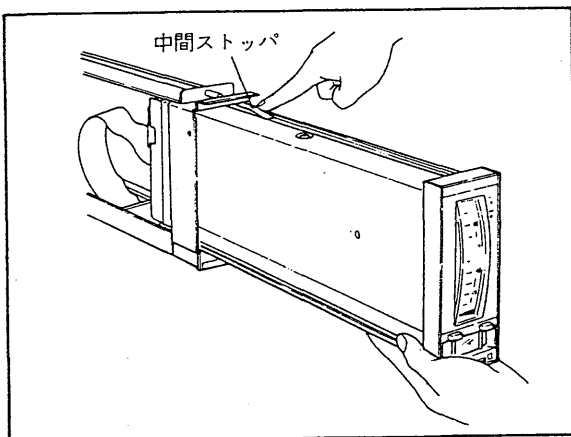

図5.8 内器の引き抜き
- ② 内器をハウジングから取出す場合には、図5.8の要領で中間ストッパーを押し下げながら引き抜いてください。